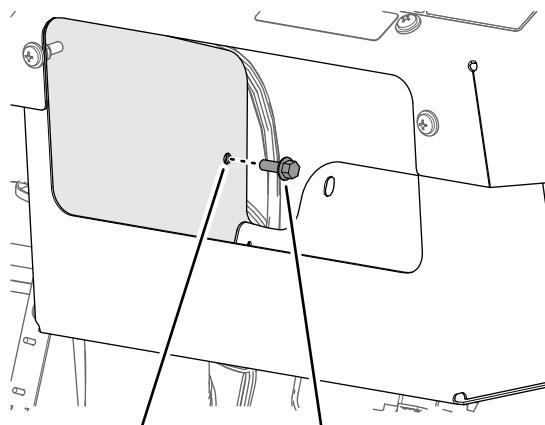

Figura 20
3. A partir do compartimento de armazenamento, insira um parafuso de cabeça flangeada (1/4 x 3/4 pol.) através do furo na parede interna do compartimento (Figura 20).